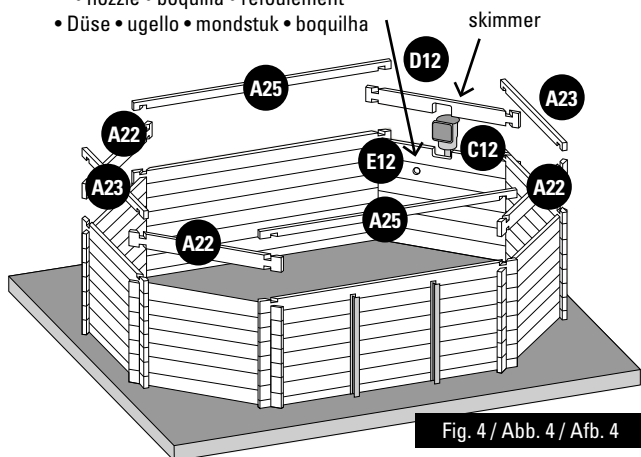

Fig. 4 / Abb. 4 / Afb. 4
**EN Skimmer:** • Place the specific boards of the skimmer facing the prevailing winds. Boards (C12) and (D12) will always be placed over a panel starting by board (A22) (figure 4). • The skimmer will not be stable until the pool is filled. **The skimmer (with its flap) is fitted as the same time as the finishing board.**
**FR Skimmer:** • Placez les madriers spécifiques au skimmer face aux vents dominants. Les madriers (C12) et (D12) se positionnent toujours sur un panneau commençant par un madrier (A22) (figure 4). • Tant que le bassin n'est pas rempli, le skimmer ne sera pas stable. **Le skimmer (avec son volet) s'emboîte en même temps que le madrier de finition.**
**NL Skimmer:** • Plaats de planken die specifiek voor de skimmer zijn met het gezicht op de overheersende windrichting. De planken (C12) en (D12) worden altijd op een paneel geplaats en er wordt begonnen met plank (A22) (afbeelding 4). • Zolang het zwembad niet is gevuld, zal de skimmer niet stabiel zijn. **De skimmer (samen met zijn afsluiter) wordt op het zelfde moment ertussen gezet als de plank voor de afwerking.**